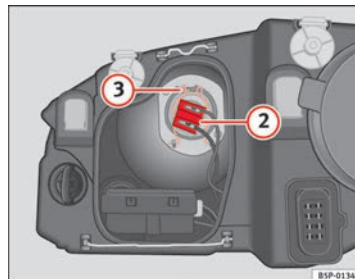

Abb. 189 Abblendlicht
- Ziehen Sie den Stecker ⇒ Abb. 189 ② von der Lampe ab.
- Nehmen Sie die Haltefeder ⇒ Abb. 189 ③ durch Eindrücken und Rechtsdrehung ab.